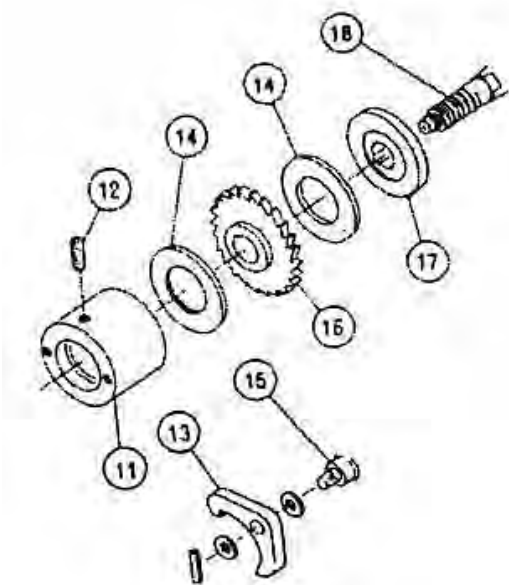

Рисунок 9.
• При толщине тормозных дисков (№ 14) от 3,5 мм до 2,6 мм их нужно заменять. (см. рисунок 9).